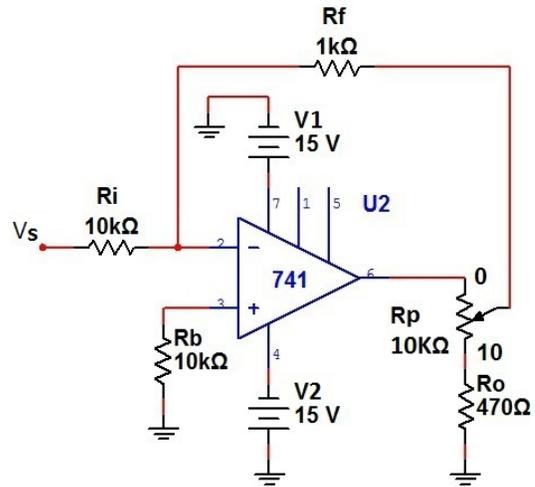

Figura 14. Esquema: Método padrão de ajuste.
- Montar o circuito conforme o diagrama esquemático da figura 14 com $R_f = 1,0k\Omega$. Por não haver no laboratório potenciômetros de $4,7k\Omega$, utilize um potenciômetro de $10k\Omega$ para fins de constatação, observando que as relações de ganho máximo e mínimo não serão mais as mesmas.